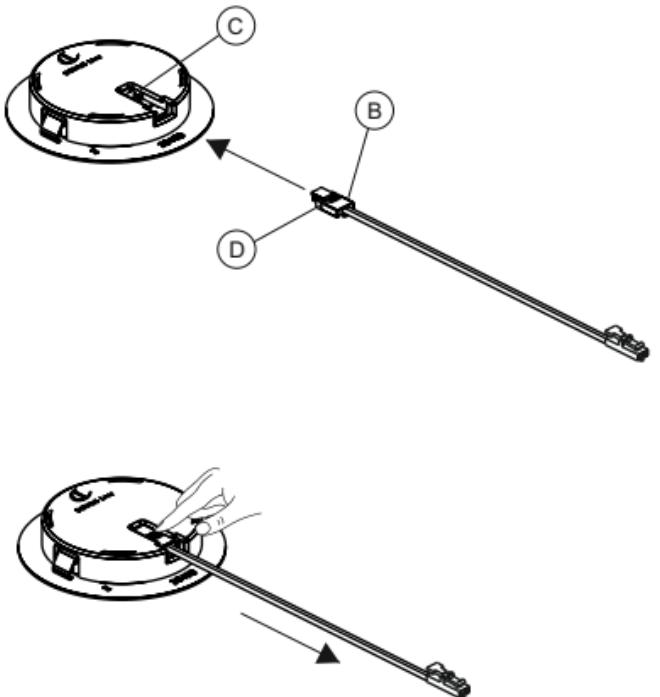

Fig 5
- For connection of the power cable to the device, insert the cable connector (B) into the slot (C) on the device, until the safety hook (D) is press-fitted into place as illustrated in figure 5.
- To remove the device power cable, press the safety release (D) slightly with your finger and extract the connector (B) from the slot (C) on the device as illustrated in figure 5.
- Pour le branchement du câble d'alimentation à l'appareil, insérer le connecteur (B) du câble dans la fente (C) de l'appareil, jusqu'au déclic du crochet de sécurité (D), comme indiqué sur la figure 5.
- Pour retirer le câble d'alimentation de l'appareil, exercer une légère pression avec les doigts sur le crochet de sécurité (D) et extraire le connecteur (B) de la fente (C) de l'appareil, comme indiqué sur la figure 5.